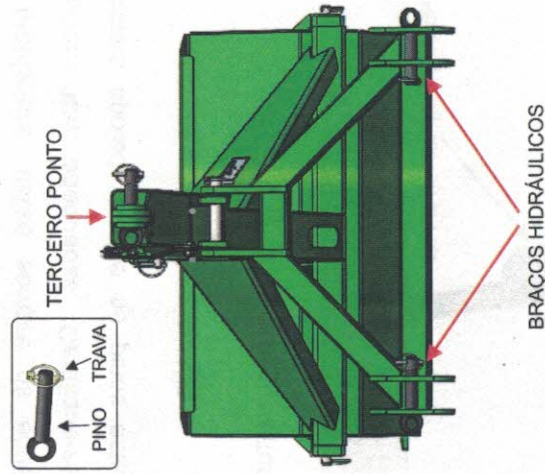

Figura 5.1 - Cabeçalho do equipamento.
2. Acople o terceiro ponto do trator no cabeçalho da máquina, insira o pino e a trava de segurança conforme ilustrado na figura 5.1.
1. Para acoplar o trator ao cabeçalho, posicione adequadamente os braços hidráulicos do trator no cabeçalho da máquina, insira os pinos e as travas de segurança conforme ilustrado na figura 5.1.